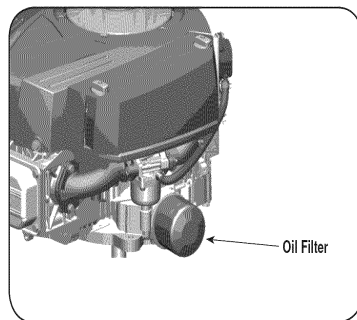

Рис. 9
2. Выкрутите крышку маслосливной горловины (см. Рис. 9).
2. Установите масляный фильтр, как показано на Рис. 9;